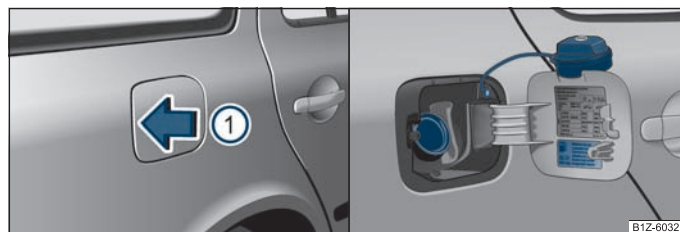

Fig. 119 Parte trasera del vehículo, lado derecho: Abrir la tapa del depósito/tapa del depósito con el tapón desenroscado
Su vehículo puede utilizarse únicamente con **gasolina sin plomo**, que corresponda a la norma **EN 228**. Los diferentes tipos de gasolina se distinguen por el octanaje (ROZ). Puede encontrar la información correspondiente al octanaje adecuado para su motor en interior de la tapa del depósito ⇒ página 132, fig. 119 - lado derecho.
- Presione en el centro de la sección izquierda de la tapa del depósito en la dirección de la flecha ① ⇒ fig. 119.
- Desenroscar hacia la izquierda el tapón de cierre del depósito y colocarlo por arriba en la tapa del depósito ⇒ fig. 119 - lado derecho.